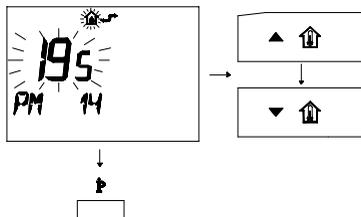

fig. 7.6
- 4 Per modificare il SET programmato agire sui pulsanti  o  e aspettare che il numero programmato cominci a lampeggiare (fig. 7.6)